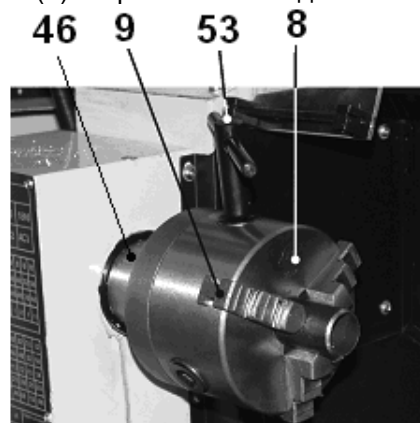

Рис. 9
10.1.1. Перед включением станка убедитесь в том, что переключатель (7) направления вращения шпинделя (46), Рис. 9, находится в нейтральном положении.
10.1.4. С помощью Т-образного ключа патрона (53) раздвиньте кулачки (9) трёхкулачкового самоцентрирующегося патрона (8), вставьте заготовку и с помощью Т-образного ключа патрона (53), зажмите заготовку в трёхкулачковом самоцентрирующемся патроне (8). Извлеките Т-образный ключ патрона (53) из гнезда трёхкулачкового самоцентрирующегося патрона (8), Рис. 9.
10.1.5. Для замены кулачков (9) вставьте Т-образный ключ (53) в трёхкулачковый самоцентрирующийся патрон (8), вращая Т-образный ключ (53) против часовой стрелки, полностью разожмите кулачки (9) трёхкулачкового самоцентрирующегося патрона (8). После этого кулачки (9) можно извлечь, соблюдая очередность и помечая мелом расположение каждого кулачка (9) в трёхкулачковом самоцентрирующемся патроне (8). Для установки кулачков (9) сохраняйте последовательность в обратном порядке, соблюдая очередность кулачков (9), Рис. 9.